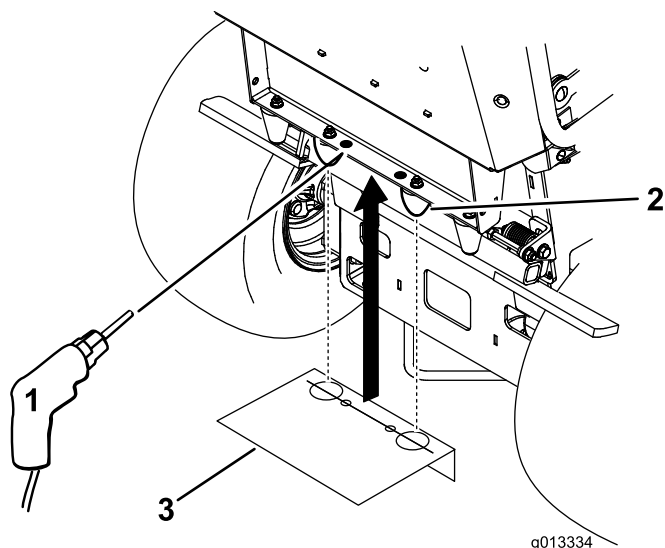

Figure 1
3. Placez le gabarit sur les deux butées en caoutchouc intérieures sous la barre de la plate-forme (Figure 1).
4. Marquer l'emplacement des deux trous et percez deux trous de 9/16 pouce de diamètre dans la barre de la plate-forme (Figure 1).